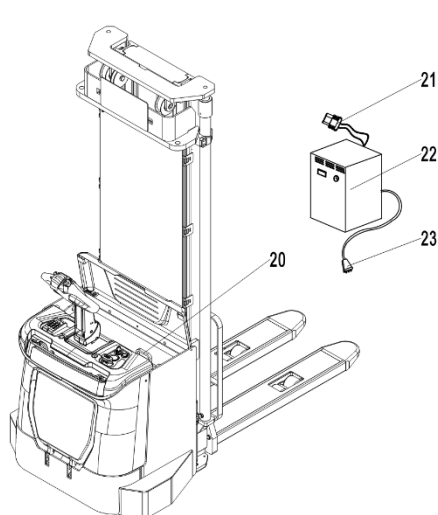

Рис. 16: Св.-кислотная АКБ
- Вытащите штекер аккумулятора (рис. 16, поз. 20) и подсоедините его к разъему зарядного устройства (рис. 16, поз. 21).
- Затем подключите основной разъем (рис. 16, поз. 23) зарядного устройства к сети.